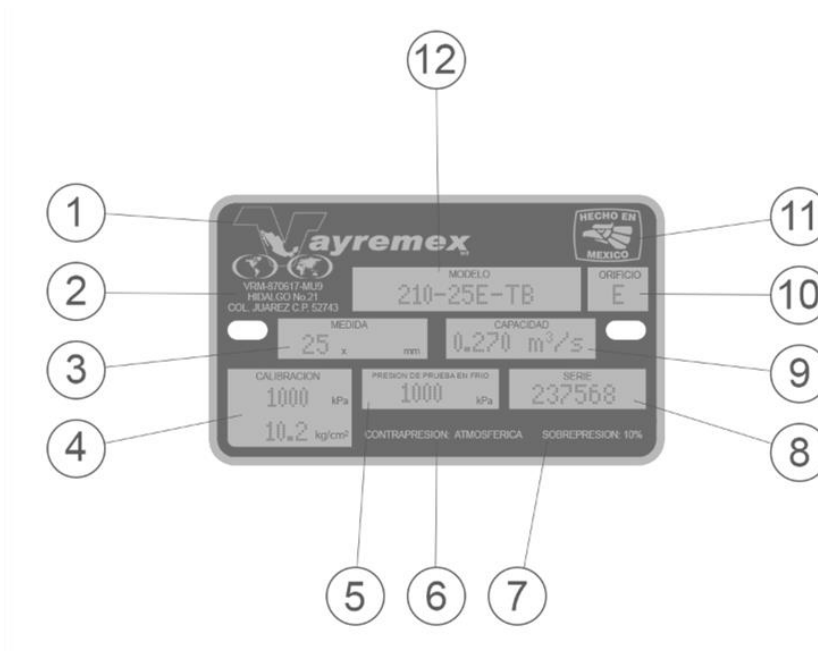

Fig.2 Formato de placa de identificación
12. MODELO, es el modelo que identifica a la construcción de la válvula. Con el ejemplo de la fig.2 cada dato representa: